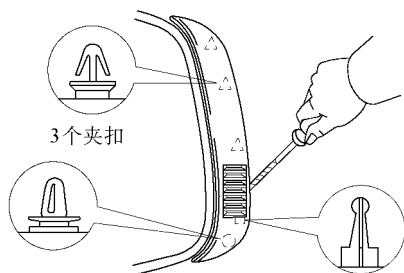

图 17-80 将螺钉旋具插入车身板
(1) 拆下后侧面通气窗。将螺钉旋具插入车身板和通气窗之间撬出通气窗，如图 17-80 所示。